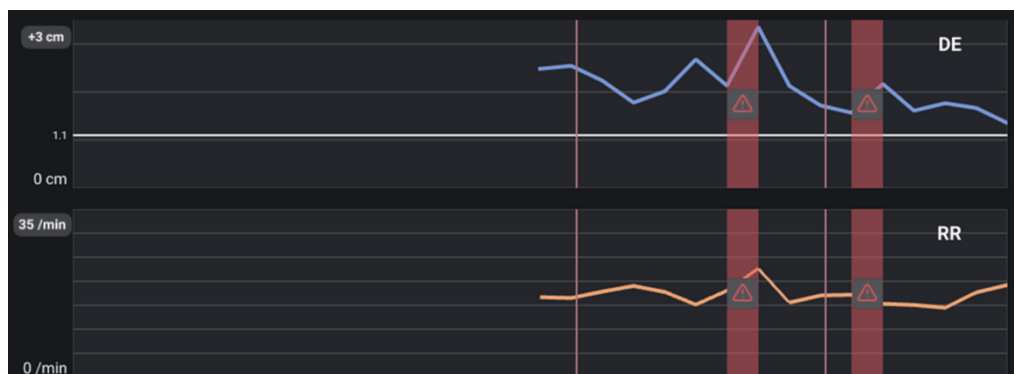

Figure 28. Messages d'avertissement dans la vue Graphique des résultats.
- Dans la vue Graphique des résultats, les valeurs médianes d'ED et de FR affectées par du bruit dans les mesures sont signalées par un symbole d'avertissement (\triangle) dans un encadré rouge autour des données de la minute concernée (voir Figure 28).